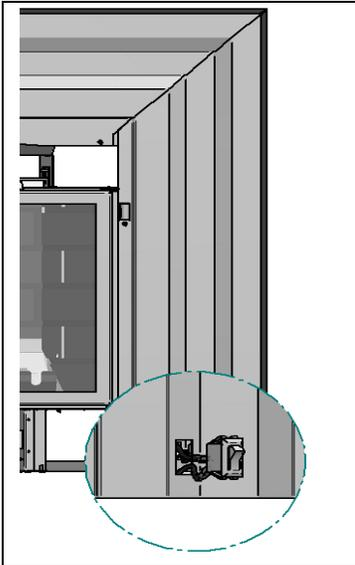

Figure 16
L'interrupteur de commande du brûleur est situé dans le bas du côté droit de la façade (Figure 16). Pour une plus grande commodité, le poêle peut également être actionné par un thermostat, un interrupteur mural ou une télécommande. L'utilisation d'un thermostat mural est requis lorsqu'un appareil est installé dans une chambre à coucher. On pourra se procurer un thermostat et/ou une télécommande fonctionnant sur millivolts auprès de tout détaillant Osburn autorisé.
7. Insérez l'interrupteur du brûleur dans l'ouverture avant de la façade droite et poussez jusqu'à ce qu'elle s'emboîte dans la façade puis procédez au raccordement des fils de la valve à l'interrupteur (Figure 16 et 17).